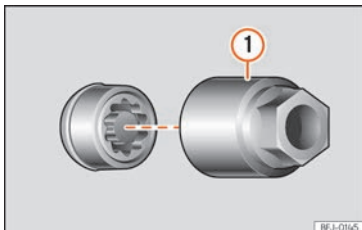

Abb. 42 Diebstahlhemmende Radschraube mit Abdeckkappe und Adapter
»» **Abb. 42** ① (Bordwerkzeug »» Seite 48) bis zum Anschlag in die diebstahlhemmende Radschraube.